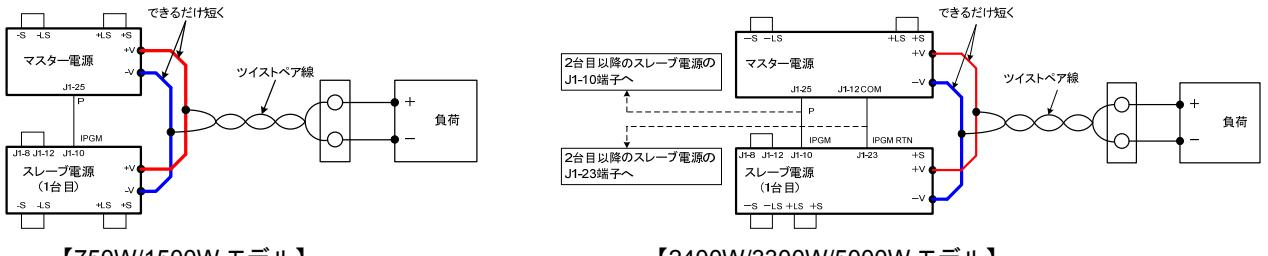

図 4-4 ローカルセンシングによるマスタースレーブ並列運転
- ◆ センシングの結線については図 4-4、4-5 に従ってください。
(2) スレーブ機の設定
並列運転ではローカルセンシング、リモートセンシング共に可能です。図 4-4、4-5 に接続方法を示します。